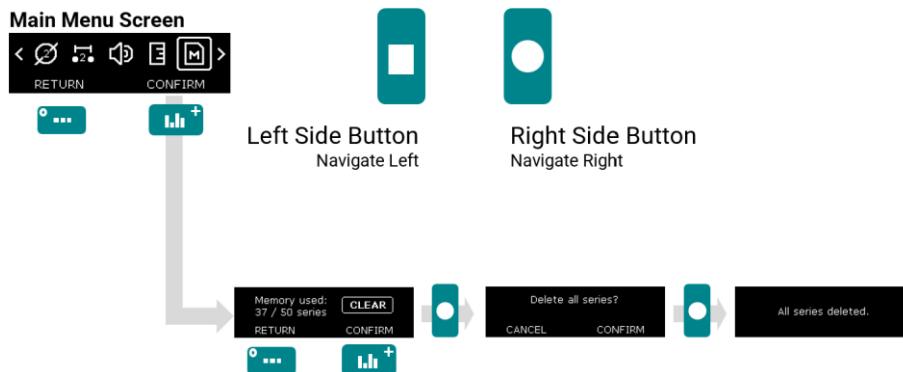

Abbildung 22 : Menü – Speicher
2. Löschen Sie manuell alle Spot-Messreihen, wie in Abbildung 22.